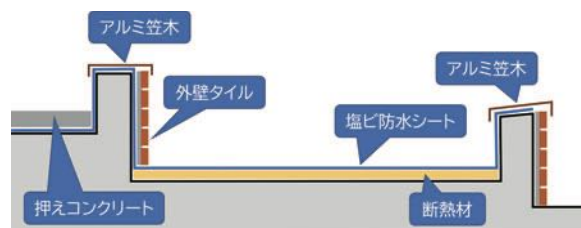

図1 修繕前状況
⑦ 取付け状況確認
⑧ 納まり検討
⑨ 修繕前
⑩ 修繕後
⑪ 修繕後
⑫ 1年目点検
屋上防水では、押えコンクリート面と別の防水仕上げが取り合っている場合もあると思います。そのようなケースで、押えコンクリートのルーフバルコニーと、塩ビシート防水の切妻屋根が取り合っている事例です。新築時の竣工図によると、塩ビ防水シートがルーフバルコニーの押えコンクリートの下及び立上りを巻き込むように敷設されており、立上り笠木はアルミ笠木で仕上げられています。この部分と取り合っている切妻屋根側の立上りは、塩ビ防水シートにタイルが張られています(図1、写真⑬・⑭)。